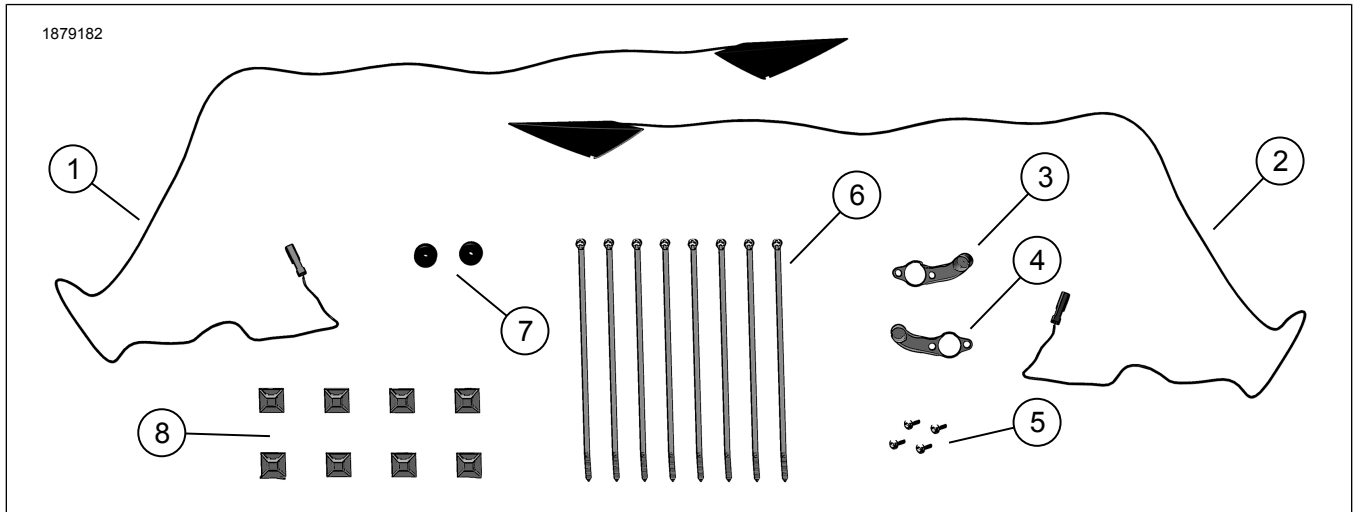
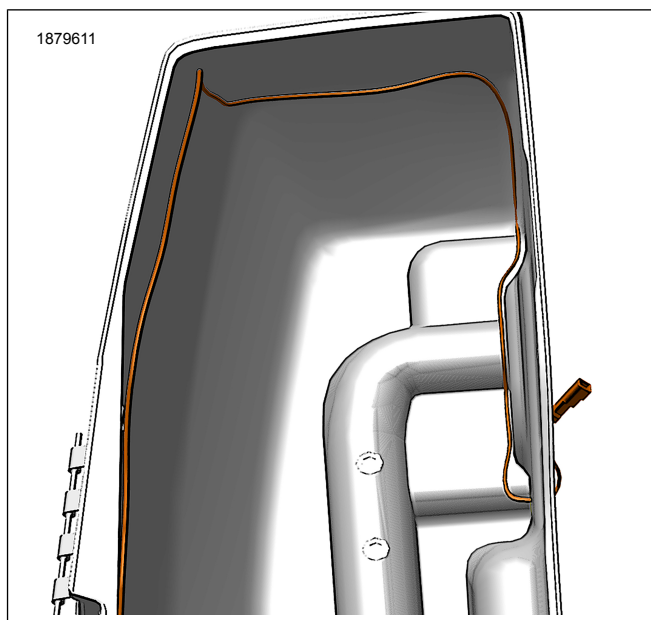

Figure 1. Mga Nilalaman ng Kit: Saddlebag LED Interior Light
Figure 7. Pagruruta Harness
8. Tingnan ang Figure 1 at Figure 7. Iruta ang harness sa loob ng saddlebag, i-secure gamit ang mga strap ng cable (6) at mga anchor (8).